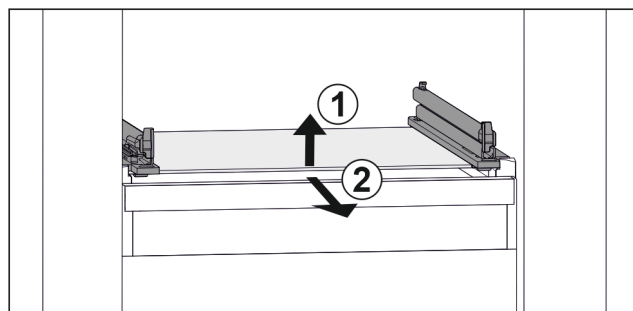

Fig. 112 Przykładowa prezentacja płyty szklanej
- ▶ Unieść płytę szklaną z przodu Fig. 112 (1)
- ▶ Wyjąć płytę szklaną do przodu Fig. 112 (2)